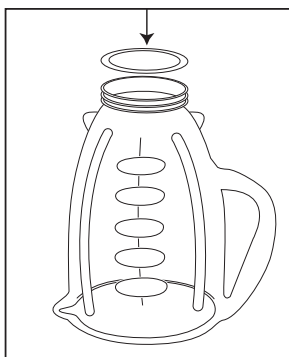

FIGURA 2
3. Ponga el anillo sellador sobre la abertura del vaso. (Figura 2)